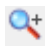

Figura B-4: Configurarea unui semnal de tact de 10 ns
1. Semnalul de clock al plăcii are frecvența de **100MHz** și perioada de **10ns**. Definiți pentru **clk** un semnal oscilatoriu cu perioada de **10ns** astfel: click-dreapta pe **clk** în **Untitled 1** → **Force Clock** În fereastra de dialog care apare introduceți valori în următoarele câmpuri (Figura B-4) și apăsați **OK**: